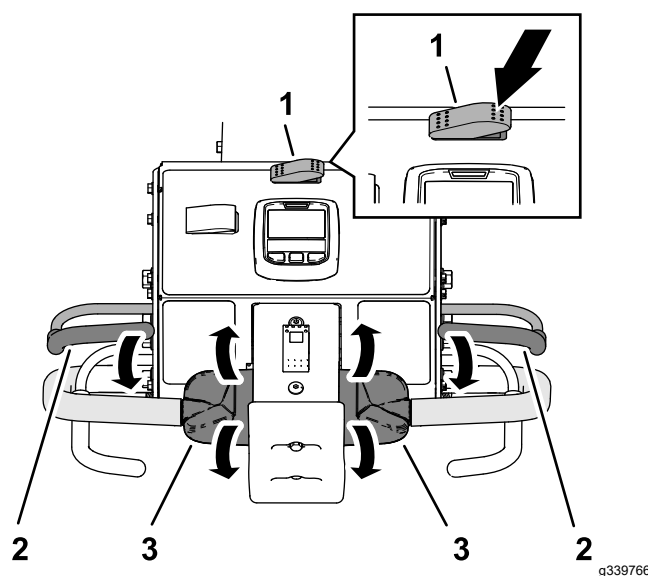

図 87
3. 移動走行・エアレーションスイッチの右側を押してエアレーション位置にする 図 87。
5. 左または右のハンドルバーとオペレータペイルをつかんで図 87 ペイルを握り込む。